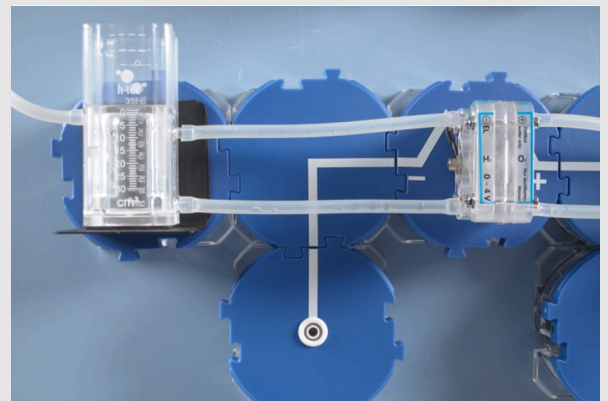

Abb. 2: Gasspeicher verbinden
- Die beiden Gasspeicher rechts und links neben den Stromkreis setzen und mit dem PEM Elektrolyseur über die Silikonschläuche verbinden (Abb. 2).